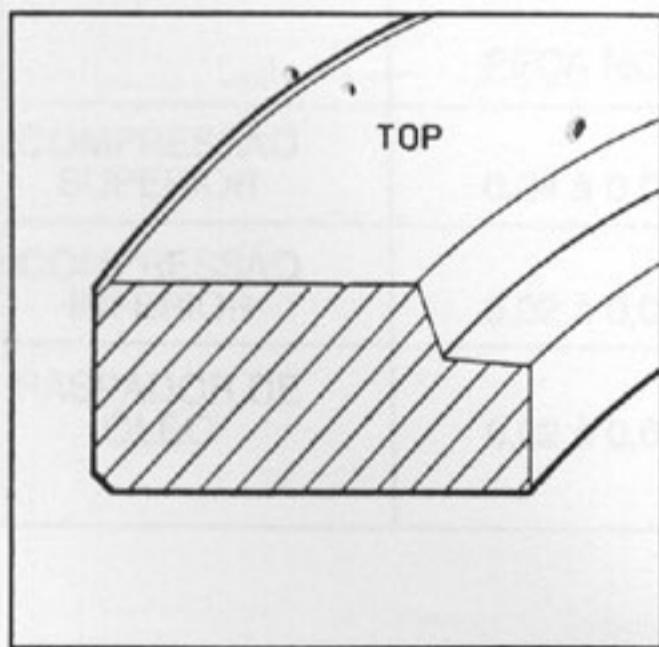

Fig.55 - Anel de segmento I
- Identificação e posição de montagem (figs. 55 e 56).